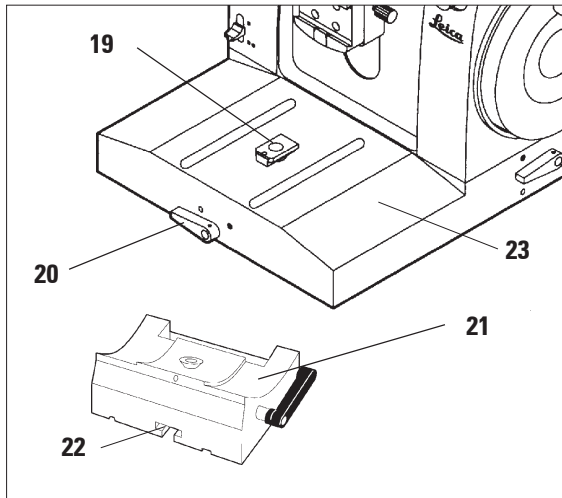

Fig. 10
- Amenez l'échantillon en position de fin de course arrière à l'aide du bouton de mouvement rapide (31) (voir chapitre 5.5).
- Débloquez le levier de serrage (cf. 20, fig. 10) se trouvant sur l'avant du socle et amenez l'embase, avec le porte-couteau, juste devant l'échantillon.
Voir à ce sujet fig. 10, p. 17 ou fig. 26, p. 28.